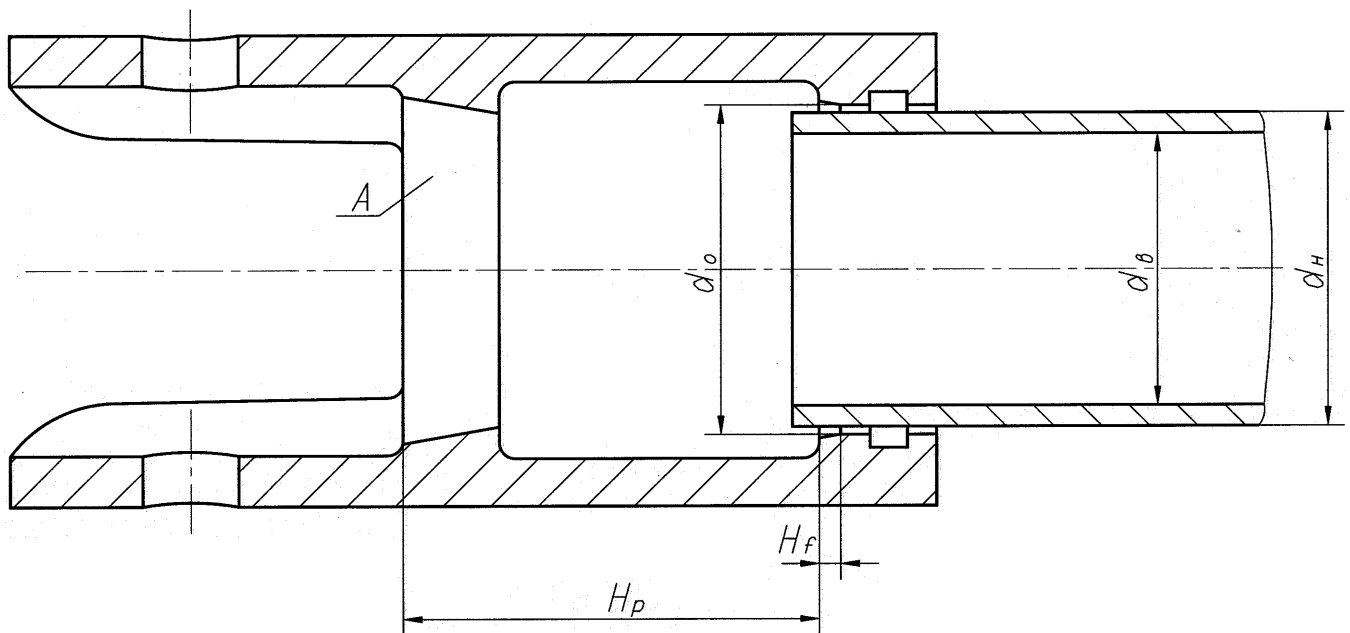

Рис. 3. Ретурбэнд
4.2. Измерить следующие величины (рис. 3):
5.2. Через отверстие «А» в передней стенке ретурбенда (рис. 3) вставить корпус с роликами в трубу таким образом, чтобы передняя кромка отбуртовочного ролика на 10 – 15 мм не доходила до торца трубы. (Для вальцовок РО-76 и РО 102 – то же в сборе с веретеном, предварительно сдвинув корпус в сторону тонкой части веретена).